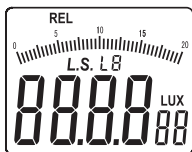

Figura 3-1
- Pressione e segure a tecla REL/PEAK por um curto período (tecla composta para medição de valor relativo/pico), “REL” aparecerá na posição superior esquerda da interface LCD (como mostrado na figura 3-1), e o dispositivo entrará no modo de medição de valor relativo.